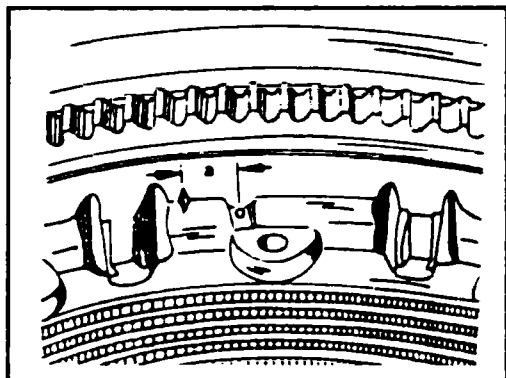

Рис. 2.53 Метка установки зажигания на маховике
- ◆ В обозначенном месте прорежьте напильником канавку, которую при свете стробоскопа будет видно во время регулировки зажигания (см. рис. 2.53).